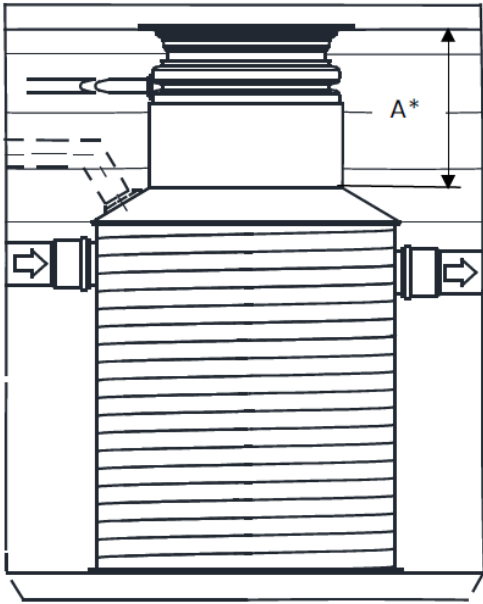

Bild 18. Dimension A (minsta totala tjocklek av återfyllning ovanför avskiljaren)
1. Minsta totala tjocklek av återfyllning ovanför avskiljaren (vilket betyder dimension A) finns i en tabell 2 och förtydligande för A i en bild 18.